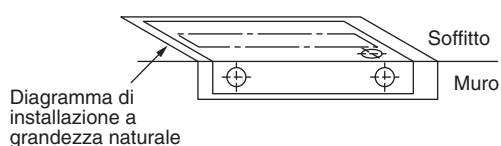

Fig. 3-5
- (1) Posare lo schema a grandezza naturale (in dotazione) sul soffitto nel punto dove si vuole installare l'unità interna. Usare una penna per segnare i fori (Fig. 3-5).